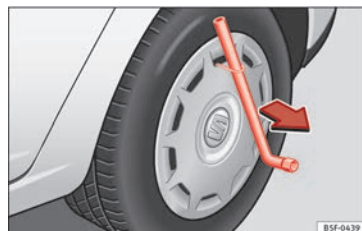

Fig. 66 Afmontering af hjulkapsel
- Skub hjulnøglen gennem afmonteringsbøjlen » Fig. 66, og træk hjulkapslen af i pilens retning.